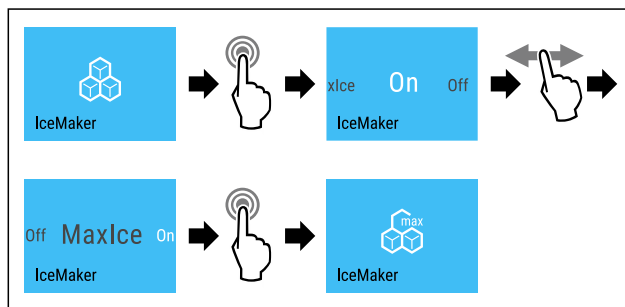

Fig. 21
- ▶ Izvedite zahtevane korake (glejte Fig. 21).